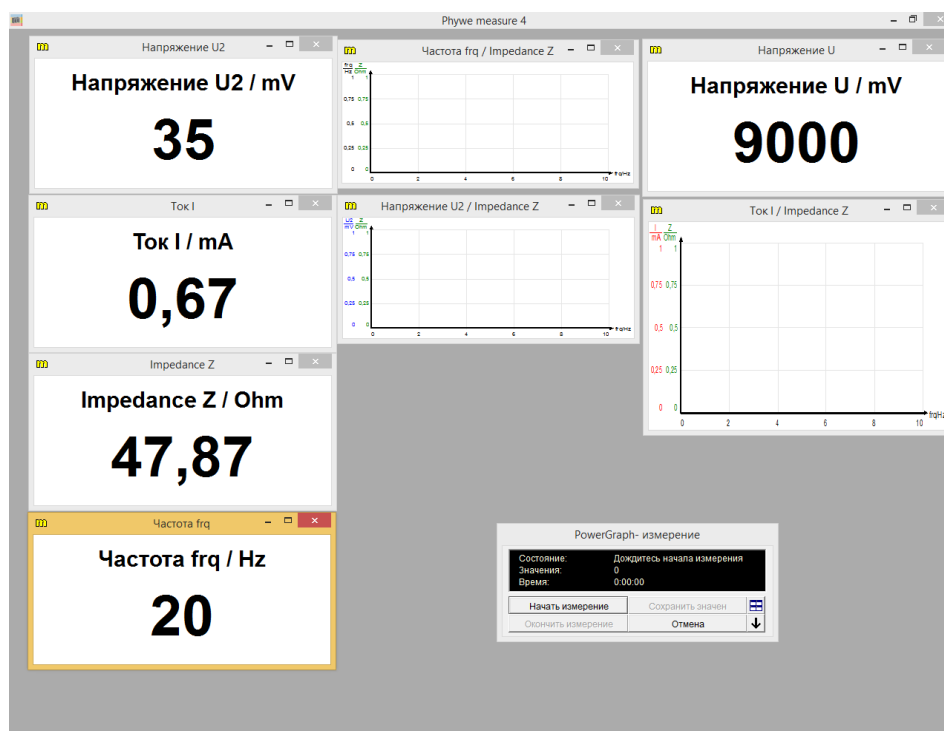

Рис. 15. Начало измерений.
11. После загрузки всех диаграмм в окне «PowerGraph – измерение» начните измерение, нажав кнопку «Начать измерение» (рис. 15). Измерения завершатся автоматически после набора 41 значения, в результате чего будут получены зависимости тока, напряжения и импеданса от частоты.